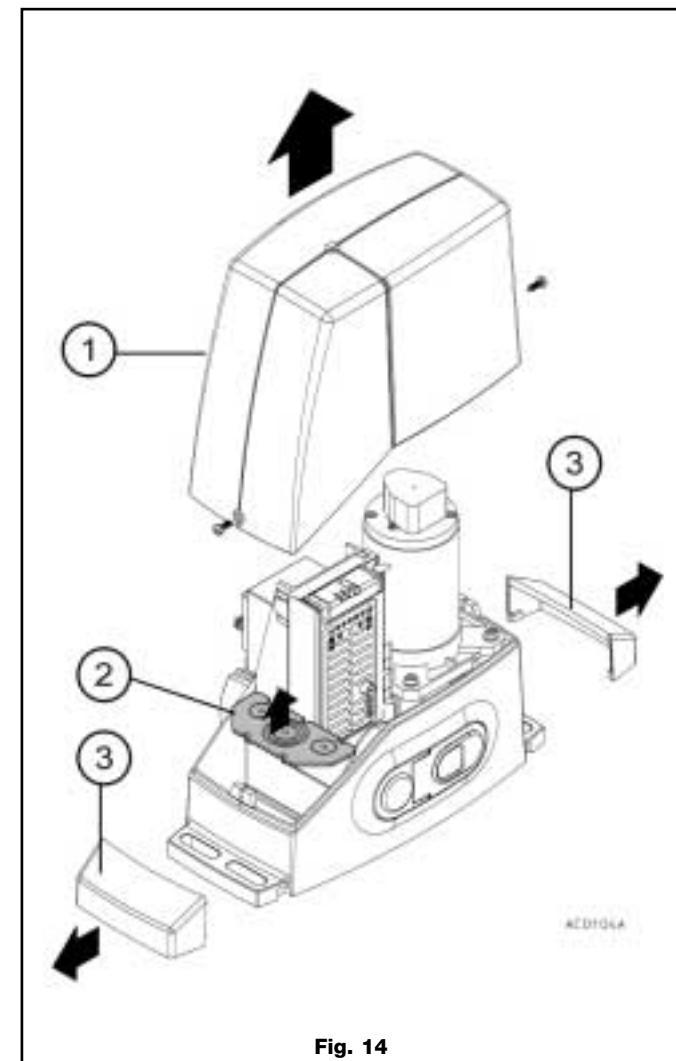

Fig. 14
- a) Retirer la protection du moto-réducteur (1 fig. 14), le presse étoupe (2 fig. 14) et retirer les couvercles des pattes de fixation (3 fig. 14).